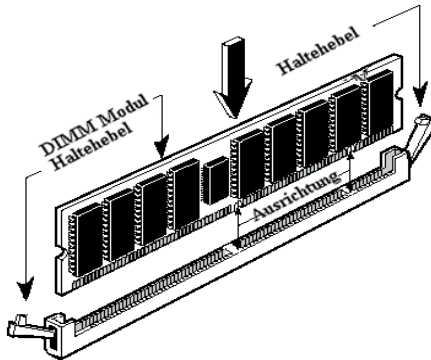

Abb. 2-6 Installation der Speichermodule
Schritt 5. Das DIMM-Modul wie in der Abbildung gezeigt in die Erweiterungssteckfassung einschieben. Auf die Verzahnung des Moduls zur Übereinstimmung mit der Steckfassung achten. In der Abbildung 2-6 sind Einzelheiten dargestellt. ***Dadurch wird sichergestellt, daß das DIMM-Modul nur in eine Richtung in die Fassung einmontiert werden kann.*** Das DIMM-Modul fest in die DIMM-Fassung eindrücken und sicherstellen, daß das Modul fest in der DIMM-Steckfassung sitzt.